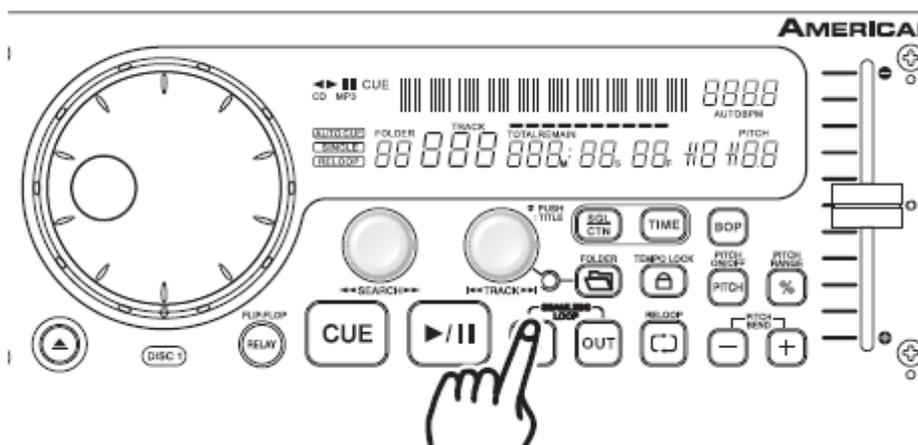

Figura 34
2) Premere il **PULSANTE IN (17)** (Figura 34) nel punto in cui si desidera che avvenga l'effetto BOP.